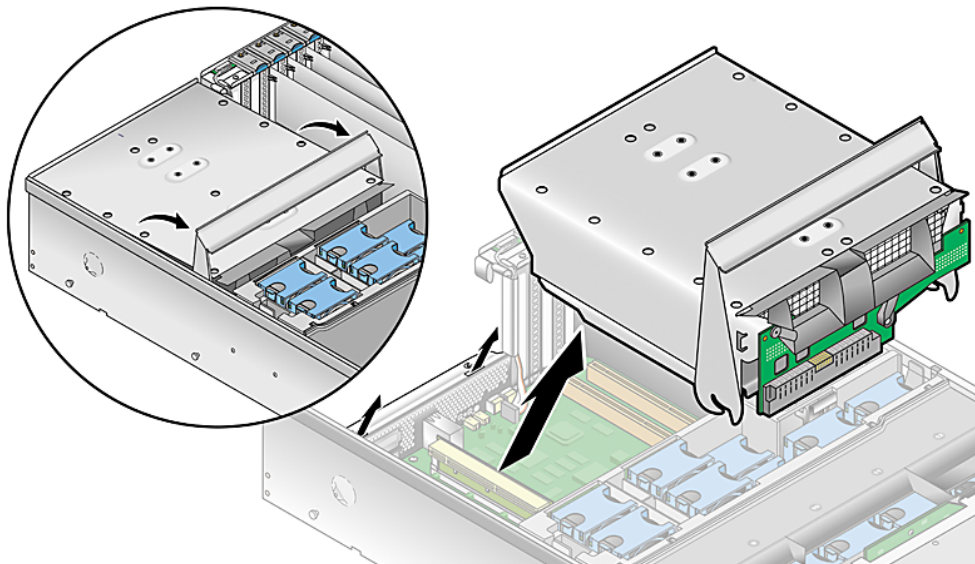

图 4-25 拆除电源盒部件
- a. 向服务器的前部拉动电源盒顶部的金属手柄，使铰链凸轮提起电源盒，从而断开它与主板的连接（请参见图 4-25）。